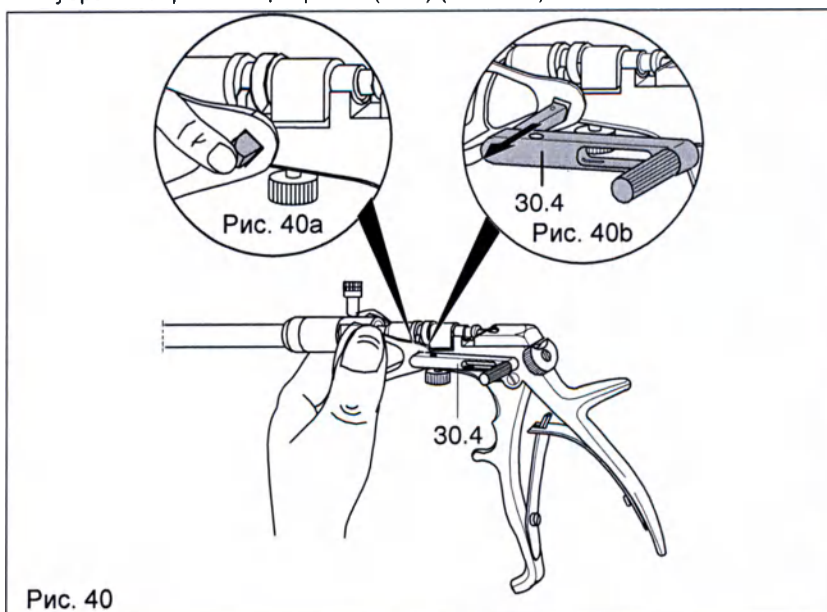

Рис. 40
- ◇ Демонтаж направляющего рычага (Рис. 40):
- нажимать на четырехгранник направляющего рычага (30.4) с другой стороны до тех пор, пока он не выйдет из четырехгранной выемки (Рис. 40а);
- убрать направляющий рычаг (30.4) (Рис. 40б).